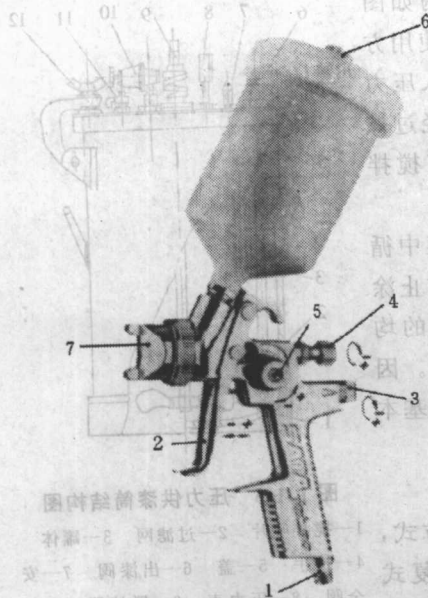

图 1.1-3 SATA jet/90 型喷枪
(2)重力式喷枪 多用于小批量喷涂或修补的场合。如进口 SATA jet/90,如图 1.1-3 所示。